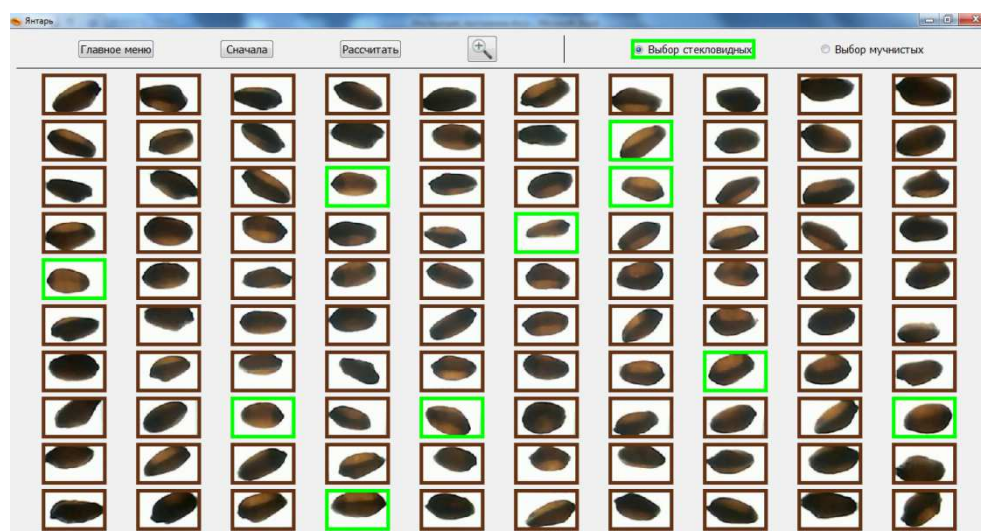

Рис. 5. Выбор стекловидных зерен.
-выбрать все стекловидные зёрна, щёлкнув по каждому один раз. Каждое зерно после щелчка выделяется зелёной рамкой (Рис.5). Если необходимо отменить выбор, то следует повторно щелкнуть по изображению выбранного зерна.